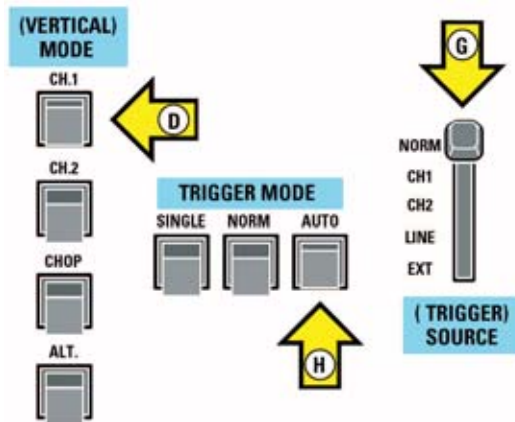

Fig.3 Hay que seleccionar CH1 en VERTICAL MODE (flecha D), AUTO en el selector TRIGGER MODE (flecha H) y NORMAL en el selector TRIGGER SOURCE (flecha G).
LX.1612: Precio de todos los componentes necesarios para la realización del kit (ver Fig.3), incluyendo circuito impreso, transformador, mueble de plástico **MO.1612** con el panel frontal y el panel posterior perforados y serigrafiados46,65 €
- Puesto que para esta medida normalmente se utiliza CH1 hay que presionar el pulsador CH1 de Vertical Mode (ver flecha D en la Fig.3).
- Poner el selector **Trigger Source** en la posición **Normal** (ver flecha **G** en la Fig.3).
- Presionar el pulsador **Auto** del selector **Trigger Mode** (ver flecha **H** en la Fig.3). En algunos osciloscopios se utiliza un **conmutador rotativo** o de **palanca**.
- D: Pulsadores VERTICAL MODE (ver Fig.3).
- G: Selector TRIGGER SOURCE. Ha de seleccionarse la posición Normal (ver Fig.3).
- H: Selector TRIGGER MODE. Ha de seleccionarse la posición Auto (ver Fig.3).